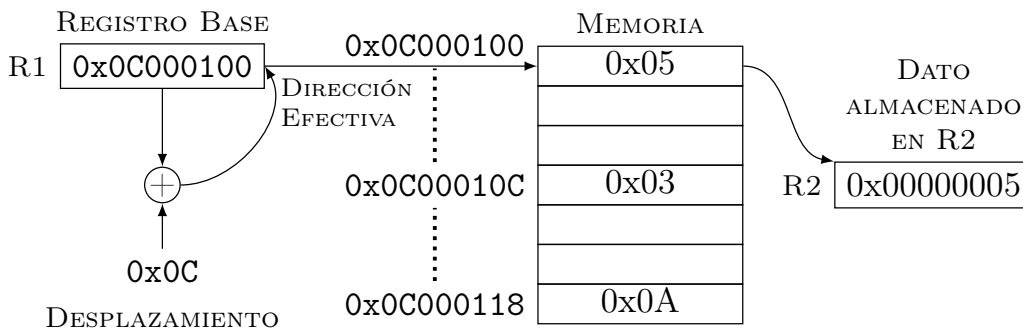

Figura 1.7: Ejemplo de ejecución de la instrucción `ldr r2, [r1], #12`.
- Indirecto de registro con post-indexado. Como ilustra la Figura 1.7, la dirección de memoria se calcula sólo con el registro base. Después del acceso, el registro base y el desplazamiento se suman o restan y el resultado se almacena en el registro base.